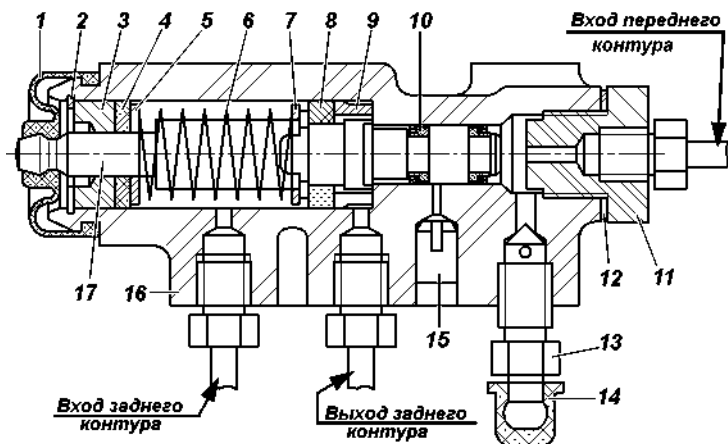

Рис. 9.29. Регулятор давления:
Регулятор давления. На автомобилях, не оснащенных антиблокировочной системой тормозов, устанавливается регулятор давления (рис. 9.29), который обеспечивает оптимальное распределение тормозных сил по осям автомобиля и не допускает блокировку задних колес раньше передних. При обслуживании проверяйте работоспособность регулятора давления. Очищайте регулятор от грязи и проверяйте надежность его крепления. Внешним осмотром убедитесь, что регулятор и детали его привода не имеют повреждений, отсутствуют подтекания тормозной жидкости и люфты в соединении стойки с упругим рычагом и кронштейном на заднем мосту.
При нажатии на педаль тормоза поршень 17 (рис. 9.29) регулятора давления должен выдвинуться из корпуса на 1,7 – 2,3 мм. Отсутствие
3. Заверните болт 3 до соприкосновения его с хвостовиком поршня 17 (рис. 9.29) регулятора.
4. Доверните болт 3 (рис. 9.29) на 2/3 оборота (14 граней головки болта).